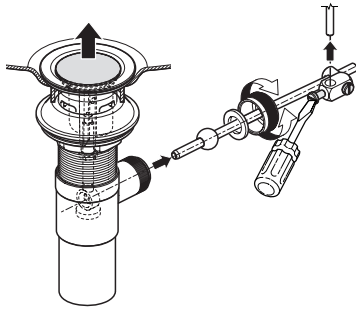
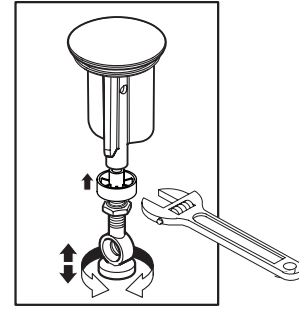

Fig. 11.1
Fig. 11.2
- Dévisser le **bloc d'ajustement** et l'**écrou** du corps du drain, puis retirer la **tige horizontale**. Retirer le **bouchon** du drain et ajuster la hauteur du **boulon incrochetable**. Vêrouiller le **boulon** en serrant l'**écrou**. Remettre le **bouchon** dans le drain et reconnecter à la **tige de levage**. Vérifier le fonctionnement du **bouchon** et répéter l'ajustement au besoin (fig. 11.1 et fig. 11.2).
- Unscrew the **connecting block** and then unscrew the **nut** from the drain body and remove the **horizontal rod**. Pull the **stopper** out of the drain and adjust the **burglarproof bolt** height. Screw the **nut** to lock position. Put the **stopper** back in the drain and reconnect to the **lengthened lift rod**. Check **pop-up drain** operation and repeat as requires (fig. 11.1 and fig. 11.2).